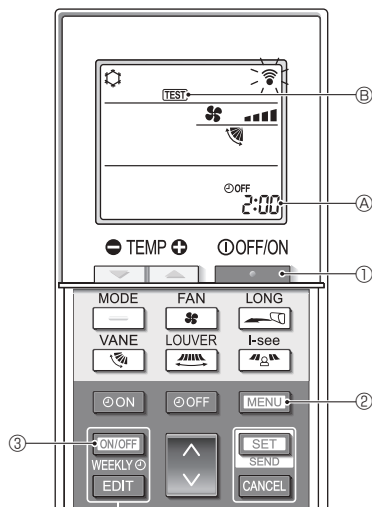
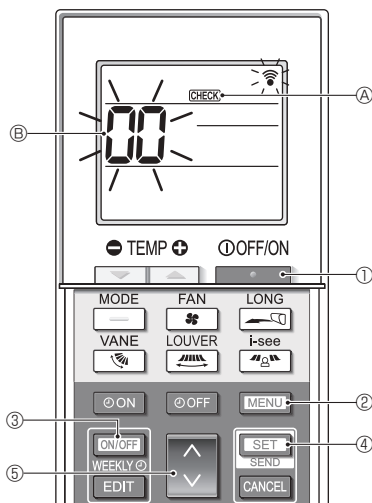

Fig. 7-5
Fig. 7-6
■ Prueba de funcionamiento (Fig. 7-5)
- Pulse el botón **[ON/OFF WEEKLY]** ③ para detener el acondicionador de aire.
- Si el temporizador semanal está activado (se muestra **WEEKLY**), pulse el botón **[ON/OFF WEEKLY]** ③ para desactivarlo (no se muestra **WEEKLY**).
- Pulse el botón **[MENU]** ② durante 5 segundos.
- Pulse el botón **[MENU]** ②.
- Se muestra **TEST** ⑥ y la unidad entra en el modo de prueba de funcionamiento.
- Pulse el botón **[ON/OFF WEEKLY]** ③ para detener la prueba de funcionamiento.
■ Autocomprobación (Fig. 7-6)
- Se muestra **CHECK** ④ y la unidad entra en el modo de autocomprobación.
- Pulse el botón **[TEMP +/-]** ⑤ para seleccionar la dirección del refrigerante (dirección M-NET) ⑥ de la unidad interior para la que desea realizar la autocomprobación.
- Pulse el botón **[SET SEND]** ④.
- Pulse el botón **[ON/OFF WEEKLY]** ③.
- CHECK** ④ y la dirección del refrigerante (dirección M-NET) ⑥ se apagan y se completa la autocomprobación.